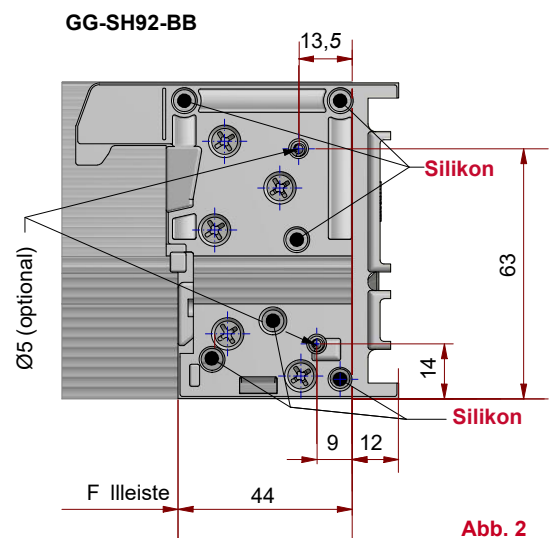

Abb. 2
3. Führen Sie das Silikon durch die verbleibenden Öffnungen der Anschlüsse (ohne Fase) ein, sodass die Kanäle an der Unterseite (zwischen Schwellenhalter und Schwelle) vollständig ausgefüllt werden. (Abb.2)
- Ecklagermontage gemäß den Richtlinien des Beschlagherstellers. Die Bohrlehre **2 mm** tiefer einstellen (Für Falzlufte 10 mm). (Abb. 2)